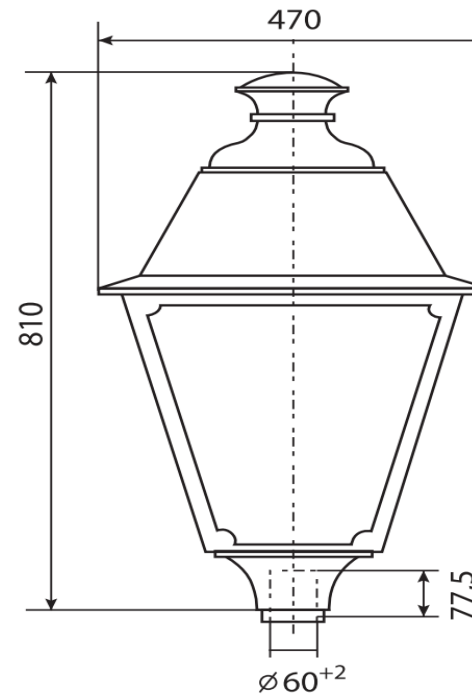

Рисунок 1
2.1 Светильники торшерные серии ЖТУ/ГТУ/РТУ08 «Светлячок» (рисунок 1) предназначены для функционально-декоративного освещения парков, скверов, бульваров, зон отдыха, территорий микрорайонов, коттеджных поселков.